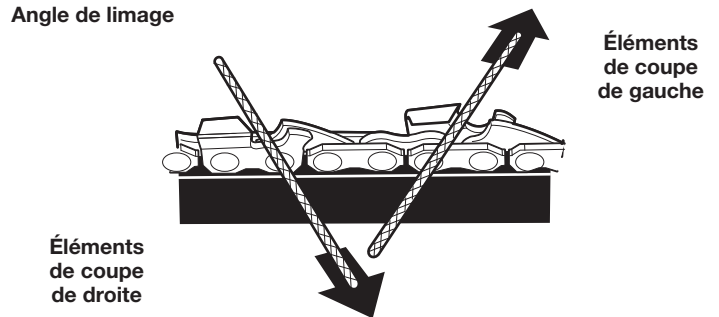

Fig. 37
- Limez vers le coin avant de l'élément de coupe (Fig. 37). Soulevez la lime pour l'enlever du dispositif de coupe à la fin de la course vers l'avant. Ne limez que pendant la course vers l'avant.
- Limez tous les éléments de coupe de gauche dans un sens (Fig. 37). Ensuite, passez à l'autre côté de la chaîne et limez l'ensemble des éléments de coupe de droite dans le sens opposé (Fig. 37).